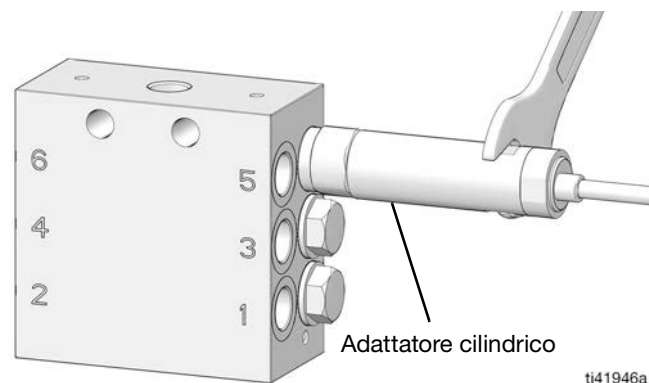

FIG. 6: Valvola CSP serie A
- Per le valvole CSP serie A: serrare a una coppia compresa fra 2,8 e 3,4 N•m (25 e 30 in-lb) (FIG. 6).